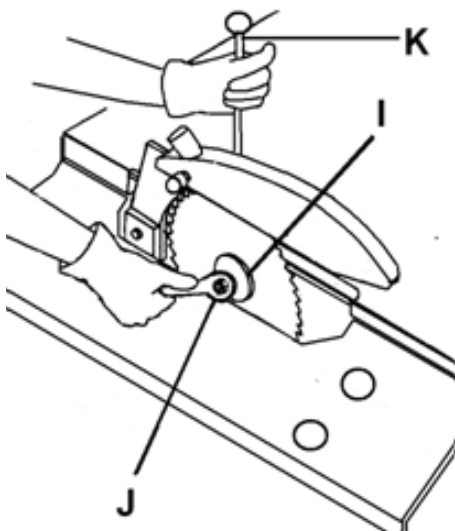

Рис. 19
- Ослабьте натяжную гайку (J, Рисунок 19).